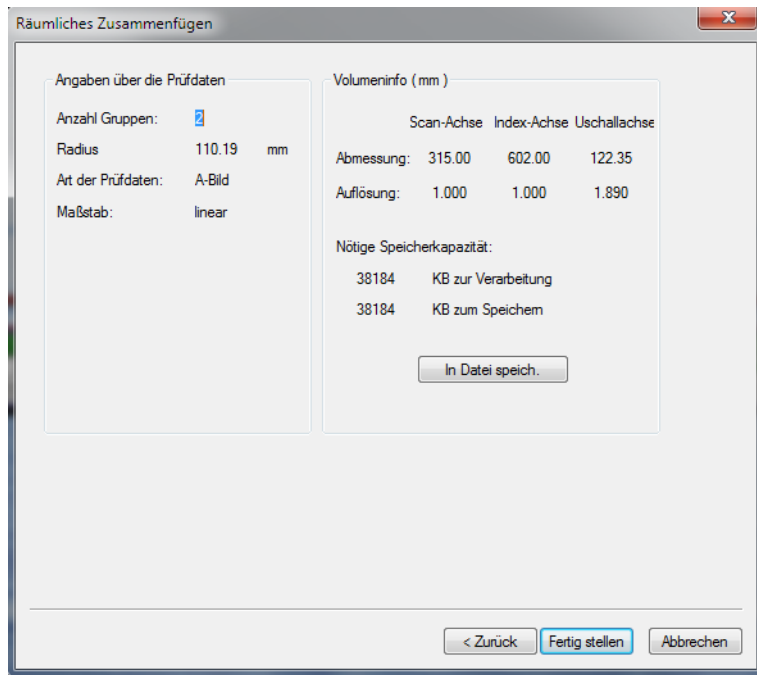
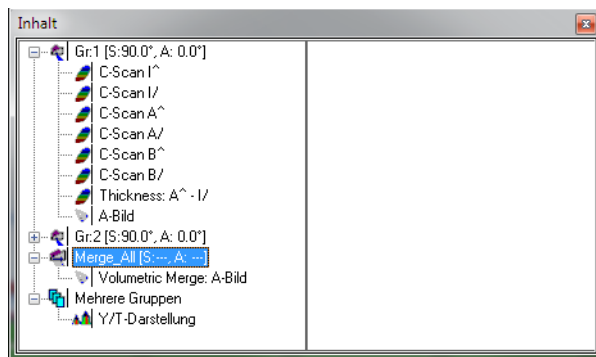

Abbildung 7-7 Gruppenfelder Angaben über die Prüfdaten und Volumeninfo
Abbildung 7-8 Räumlich zusammengefügte Gruppe (Beispiel)
7. Siehe Abbildung 7-7 auf Seite 359 und verfahren Sie wie folgt:
- Klicken Sie auf **Fertigstellen**, um räumlich zusammenzufügen. Die zusammengefügte Gruppe wird zur Liste des Dialogfelds **Inhalt** hinzugefügt (siehe Abbildung 7-7 auf Seite 359 und Abbildung 7-8 auf Seite 359).